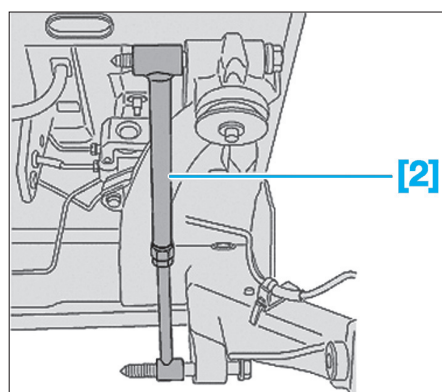

Fig. 42
- Monter le faux amortisseur [2] (Fig.42).